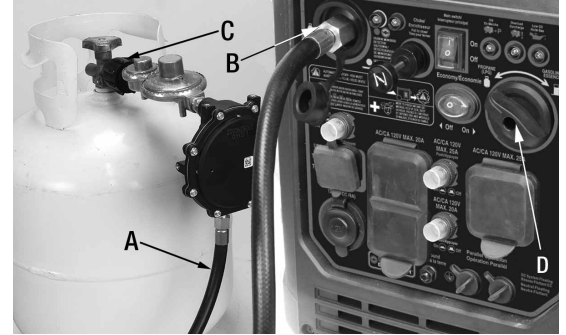

Figure 6
- 1) Cette génératrice comprend un câble de raccordement au propane (A) Fig.6. Branchez la petite extrémité du câble au raccord de propane (B). À l'aide d'une clé, bien serrer pour éviter toute fuite.
- 2) Branchez le plus gros écrou (C) à l'autre extrémité du câble à l'écrou de votre réservoir de propane. Serrez bien pour éviter toute fuite.
- 3) Avant d'utiliser ou pendant le fonctionnement, si vous désirez du propane comme source de carburant, tournez le sélecteur essence/ propane (D) vers la gauche de sorte que le sélecteur pointe vers le symbole du réservoir de propane tel que montré.
AVERTISSEMENT: Le câble de raccordement au propane (A) Fig.6 fourni doit être utilisé pour le fonctionnement au propane, aucun autre câble au propane ne peut être utilisé car il ne fonctionnera pas correctement, exposant l'opérateur à un risque d'exposition au propane et à un risque d'incendie.